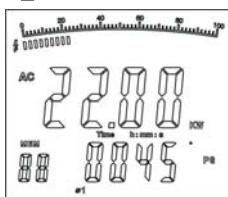

图7
1. 按下SEL键选择第一相  $\textcircled{1}$ , 如图7, 双显示第一相的有功功率值和相位角, 如图7: